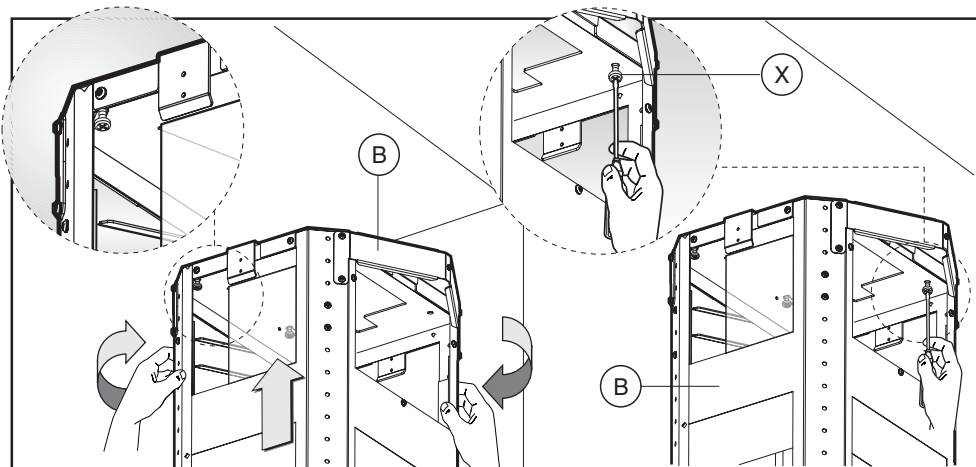

Fig.5
- Prendere la parte superiore della struttura **B** (fig.5) ed inserirla sulle 3 viti non avvitate completamente in corrispondenza delle 3 asole.
Fare una piccola rotazione per l'incastro (fig.5).